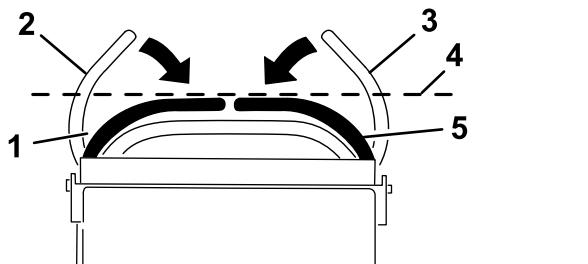

Figura 67
3. Empuje las palancas de control de movimiento hacia abajo, sacándolas de la posición de BLOQUEO/PUNTO MUERTO (Figura 67).
4. Compruebe que la palanca de control de movimiento de la derecha quede alineada en sentido horizontal con la palanca de control de movimiento de la izquierda (Figura 67).